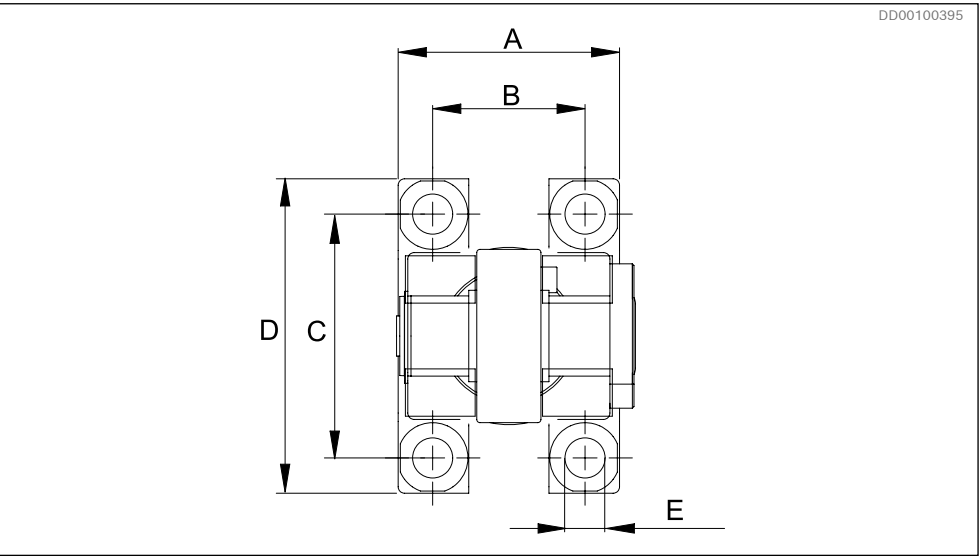

Рис. 29. Расположение отверстий для шарнирного соединения и гидравлического цилиндра для DTCB
- 2 Расположение отверстий и расстояния для крепления к основанию см. на Рис. 29 и в Таблица 11